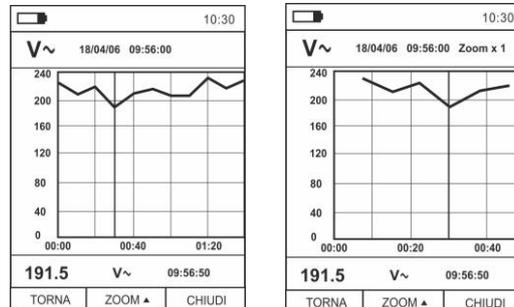

Fig.39: Data logger – Visualizzazione grafico registrazione
17. Premere il tasto **MODE/VFD (TREND)** per visualizzare a display il grafico della registrazione e il relativo andamento nel tempo (Trend). La videata di Fig.39 – parte sinistra è mostrata a display:
19. Premere il tasto ▲ (**ZOOM**) per attivare (se disponibile) lo Zoom dei valori sul grafico (vedere Fig.39– parte destra) allo scopo di aumentare la risoluzione. L'indicazione "Zoom xY" in cui Y = max dimensione di zoom è presente nella parte alta del display. E' possibile uno zoom X1 per almeno 10 punti di misura, X2 per almeno 20 punti di misura, X3 per almeno 40 punti di misura e così via per un massimo di 6 operazioni di zoom